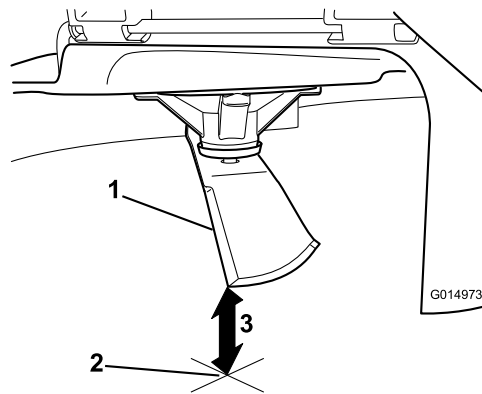

Figura 63
5. Măsurai de la vârful lamei până la suprafaa plană (Figura 63).